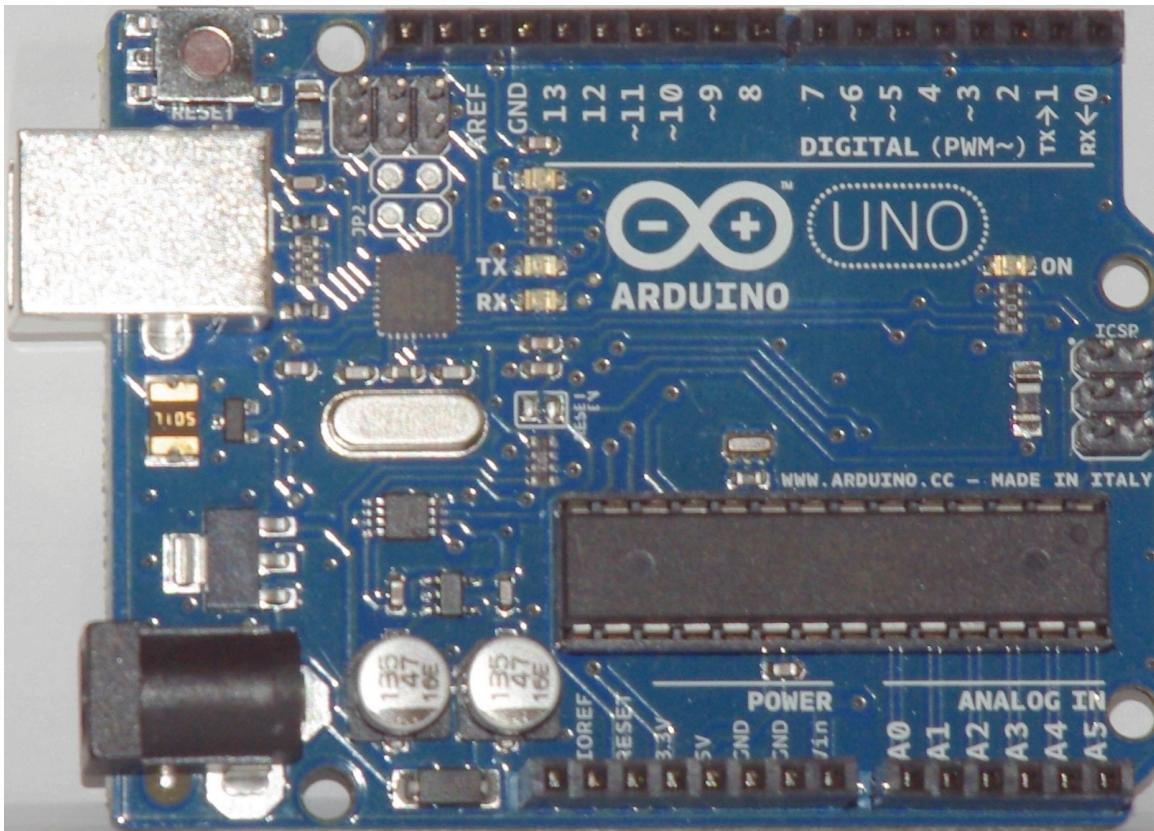
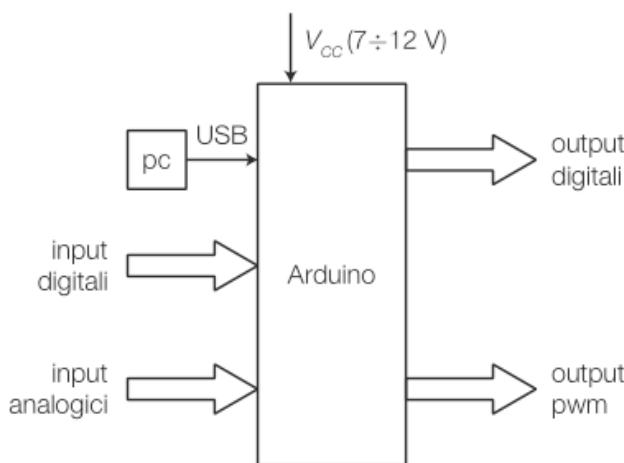

figura 1 - La scheda Arduino Uno, con il µC Atmel ATmega328, nel contenitore DIP.
figura 2 - Principali collegamenti della scheda Arduino.
- una piattaforma hardware: è costituita da schede basate su microcontrollori Atmel, che integrano anche vari dispositivi che ne semplificano l'utilizzo e il collegamento all'esterno, come il quarzo per la generazione del clock, il regolatore di tensione, l'interfaccia per la comunicazione USB, connettori di input e output per segnali analogici e digitali, LED, ecc.; nella **figura 1** è rappresentata la scheda Arduino Uno a cui ci si riferisce nella presente guida.
Dal punto di vista funzionale la scheda Arduino presenta i collegamenti rappresentati in figura 2 e individuabili in figura 1: